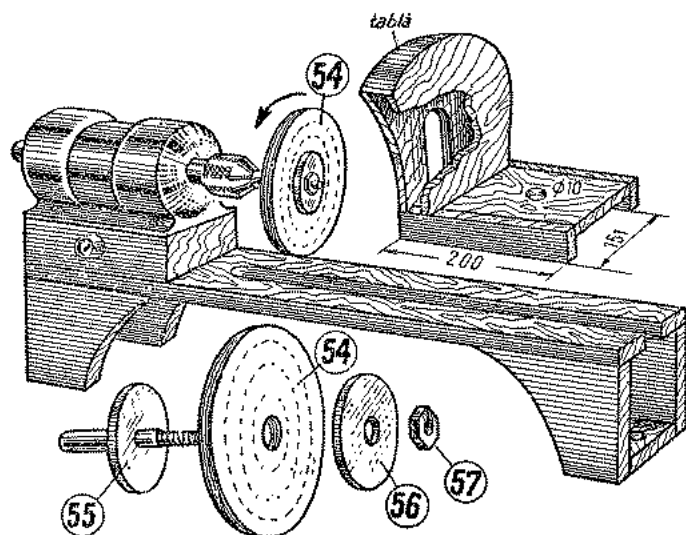

Fig. 21.
Cei care au intenția să se ocupe de prelucrarea materialelor plastice vor simți nevoia unui dispozitiv de lustruire. Problema se rezolvă cit se poate de ușor. Din cîteva bucăți de finet se poate confecționa un disc de lustruit (54), prezentat în figura 21. Iată cum procedați: luați 15—20 de bucățele pătrate de finet cu laturile de aproximativ 130 mm. Cu un creion trasați pe ultima bucățică mai multe cercuri concentrice. Apoi cu un ac mare și cu sfoară subțire veți coase pe fiecare cerc trasat (fig. 21) astfel ca să se formeze un pachet rigid. Ultimul cerc fiind diametrul exterior al discului nu se coase. Pe acest cerc se va tăia cu foarfecile sau cu un cuțit bine ascuțit tot conturul. În centrul discului se face o gaură de 10—12 mm.
Și acum un amănunt foarte important : în timpul lucrului cu polizorul sau chiar cu discul de finet sar o mulțime de granule din piatră sau scame din disc. Acestea prezintă pericolul că pot intra în ochi. De aceea va trebui ca în timpul lucrului să purtați ochelari de protecție sau să executați o apărătoare (fig. 21 b). Ea se montează deasupra pie-trei de polizor sau a discului de finet. Montarea apărătorii se face tot pe batiul strungulețului. Prin ruptura făcută în desenul apărătorii, se poate ob-serva un canal vertical. Prin el trece axul polizoru-lui sau al periei. Piatra sau peria vor intra între cei doi pereți laterali. Apărătoarea se poate confecționa din lemn de brad și se poate înveli cu tablă subțire sau placaj. După executare o veți vopsi cu ducă roșu.